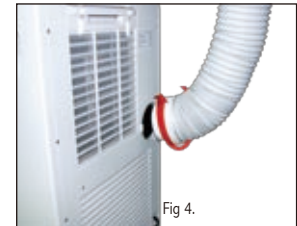

Fig 4.
D. Conectando la Manguera de Escape al Acondicionador de Aire Portátil (AAP): Fig. 4